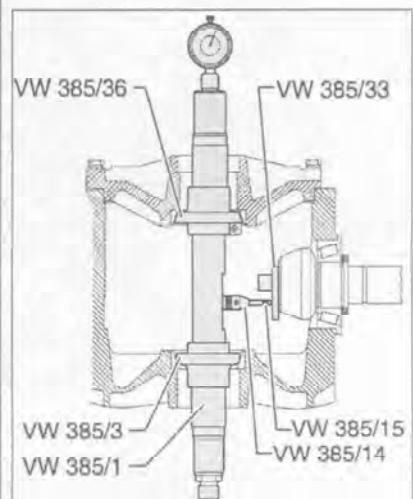

Рис. 7.155. Вставьте универсальное измерительное приспособление в картер главной передачи.
38. Вставьте универсальное измерительное приспособление в картер главной передачи (рис. 7.155).